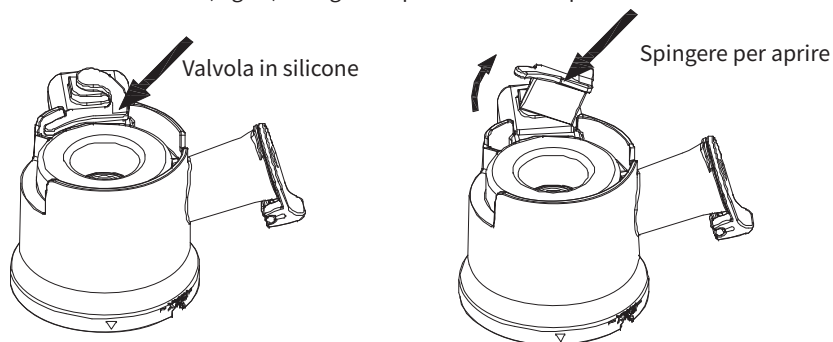

Fig 11
2. Nel caso in cui siano rimasti dei residui nella bocca del beccuccio della polpa, estrarre la valvola in silicone come mostrato nella (Fig 11) di seguito e pulirla sotto l'acqua corrente.